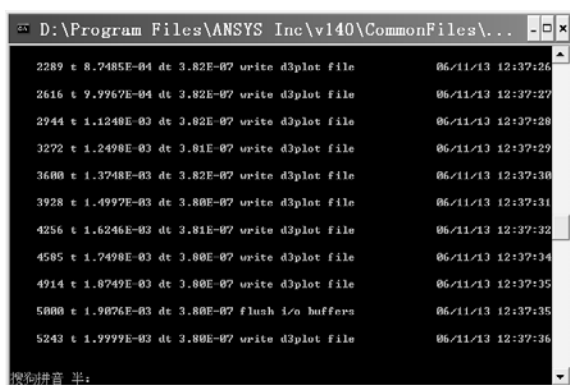

图 2-187 显示计算过程的“D:\Program Files\ANSYS Inc\v140\CommonFiles\...”窗口
(6) 在“Select Keyword Input File”窗口中找到“d:\composite\_beam 目录下的 composite\_beam.k 文件，用鼠标单击该文件后单击“打开”按钮。
(7) 单击“14.0: ANSYS Mechanical APDL Product Launcher [Profile: \*\*\* La...”窗口中的“Run”按钮，弹出显示计算过程的“D:\Program Files\ANSYS Inc\v140\CommonFiles\...”窗口（见图 2-187）。